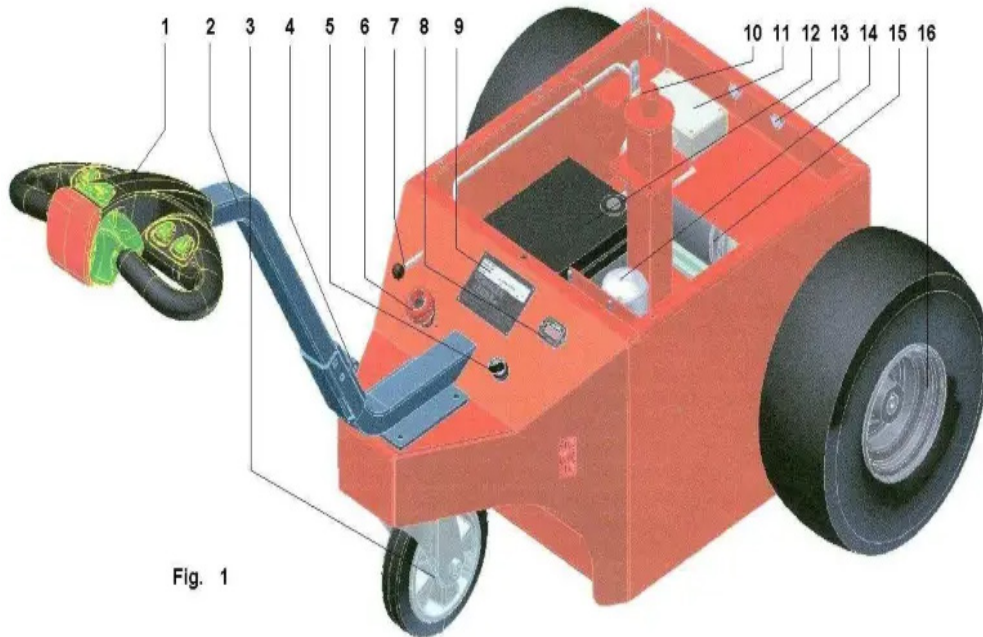

Fig. 1
5.3 Керування (див. фото, рис. 1)
Замок запалювання (5, рис. 1)